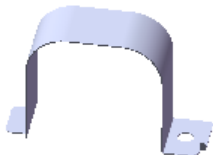
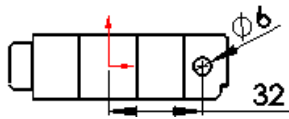

图 7.7.32 切除-拉伸 1
图 7.7.33 横断面草图
Step6. 创建图 7.7.32 所示的钣金特征——切除-拉伸 1。选择下拉菜单 **插入(I)** **→** **切除(C)** **→** **拉伸(L)...** 命令；选取上视基准面为草图基准面，绘制图 7.7.33 所示的横断面草图；在 **方向1** 区域中选中 ☒ **与厚度相等(L)** 复选框与 ☒ **正交切除(N)** 复选框；其他参数为默认设置值；单击对话框中的  按钮，完成切除-拉伸 1 的创建。